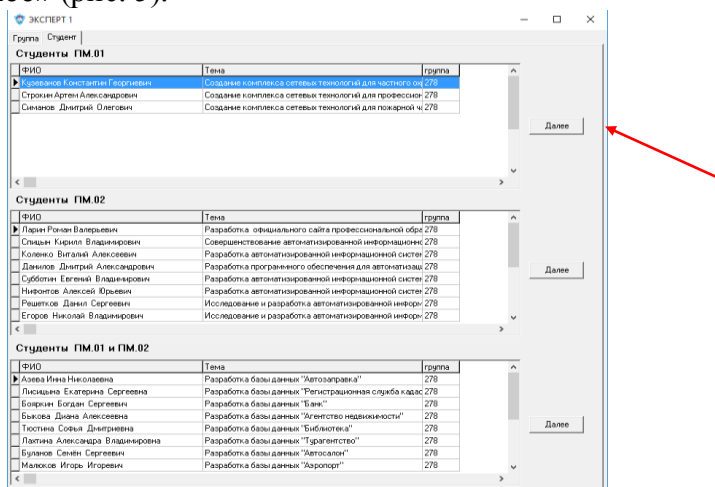

Рис. 5. Выбор студента
5. На вкладке «Студент» выбирается фамилия студента, приглашенного к защите ВКР, нажимается кнопка «Далее» (рис. 5).